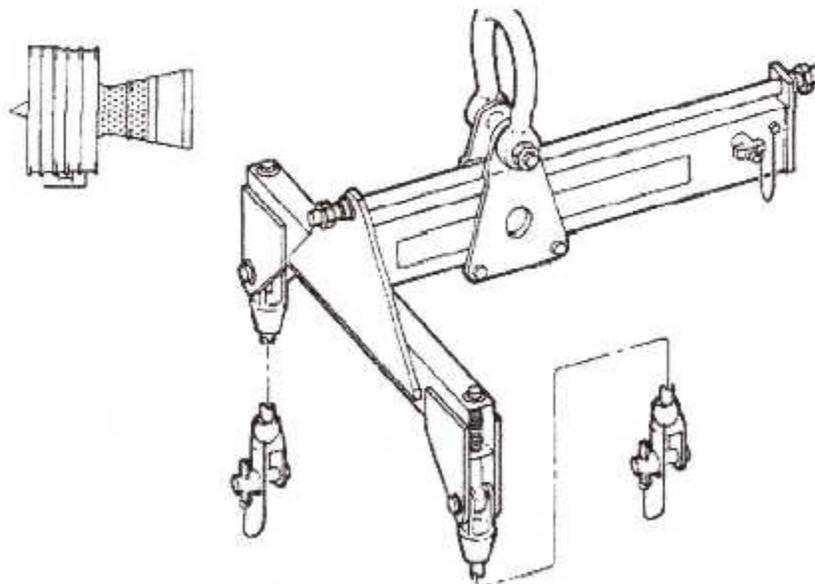
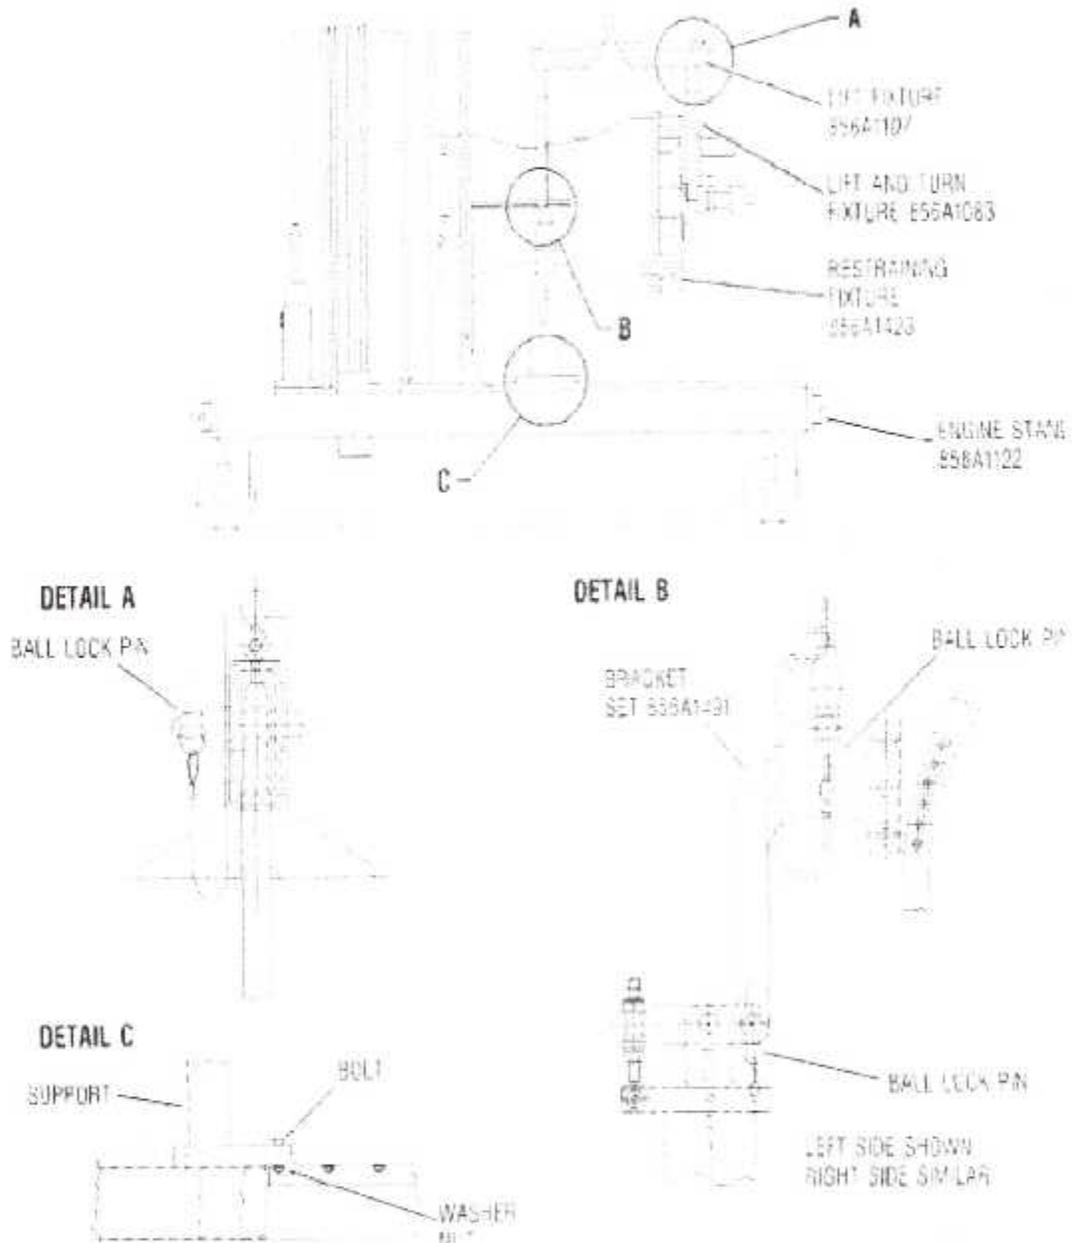

Fig. III. 57 : la Poutre de Levage, 856A1107G07.
Fig. III. 58 : Installation la Poutre de Levage. 856A1107G07 sur le Major Core.
7. On installe la Poutre de Levage, 856A1107G07, (fig. III. 57) sur le Major Core (fig. III .58), comme suit :